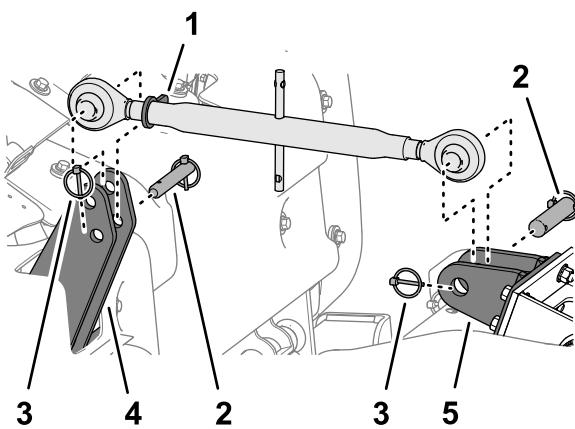

Figura 48
2. Afloje la contratuerca (Figura 48) y gire el brazo de enganche superior para aliviar la tensión entre la máquina y la unidad de tracción.
3. Retire el pasador de seguridad y el pasador de enganche que sujetan el brazo de enganche superior a las placas de enganche superiores de la máquina (Figura 48).
4. Retire el pasador de seguridad y el pasador de enganche que sujetan el brazo de enganche superior al soporte de la unidad de tracción (Figura 48).